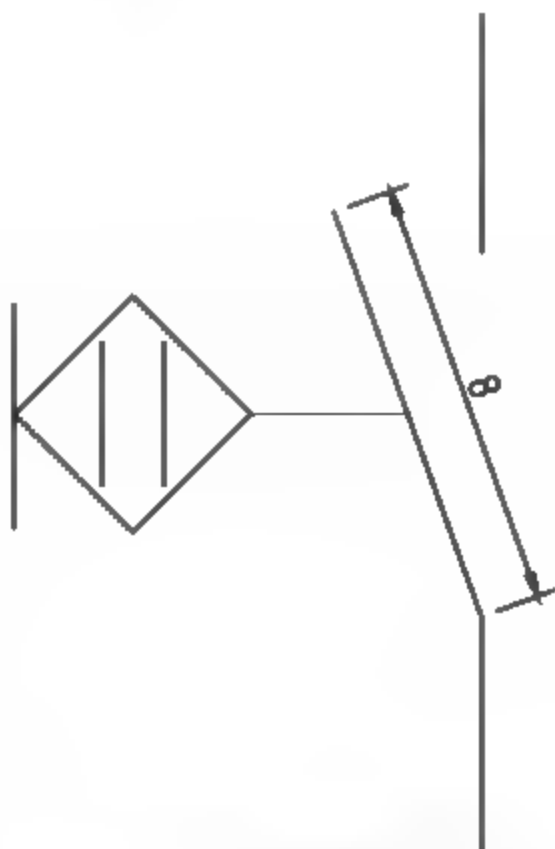

图5-63 创建对齐标注
**02** 在【默认】选项卡中,单击【注释】面板中的【对齐】按钮,标注对齐尺寸,如图5-63所示。命令行提示如下。